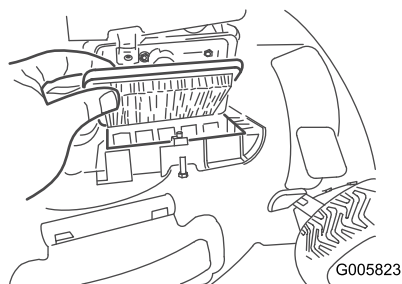

Рисунок 21
2. Замените воздушный фильтр (Рисунок 21).